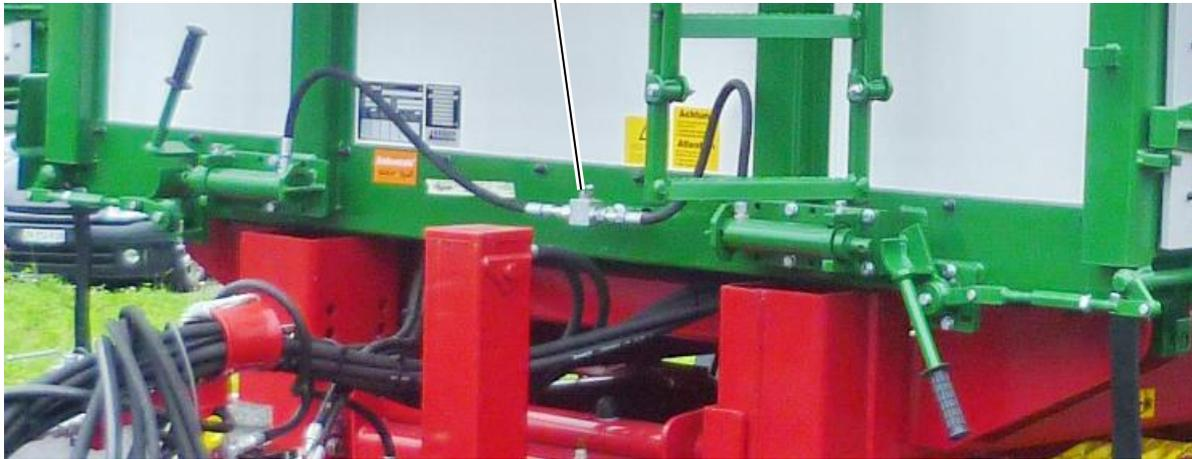

Abbildung 69: Blockhahn der Bordwand-Fernentriegelung (Option) mit 4 Hydraulikzylindern, hier TKD 302
- Vor dem Entladen immer zuerst die Bordwandverschlüsse (41) öffnen.
- ⇒ Wenn eine Seitenbordwand-Fernentriegelung mit 4 Hydraulikzylindern verbaut ist: Stellen Sie den Blockhahn (siehe Abbildung 69) in die Position der Seite, deren Zentral-Unten-Entriegelung entriegelt werden soll: